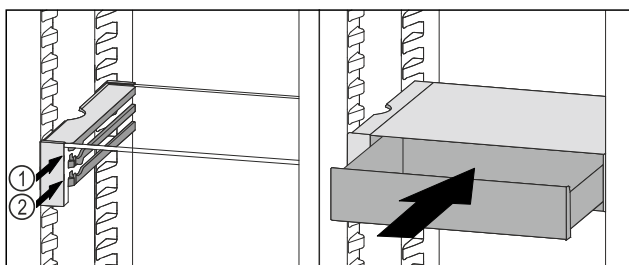

Fig. 81
- ▶ Nasadte zásuvku VarioSafe za zarážky na požadovaném žebro Fig. 81 (1) nebo Fig. 81 (2).